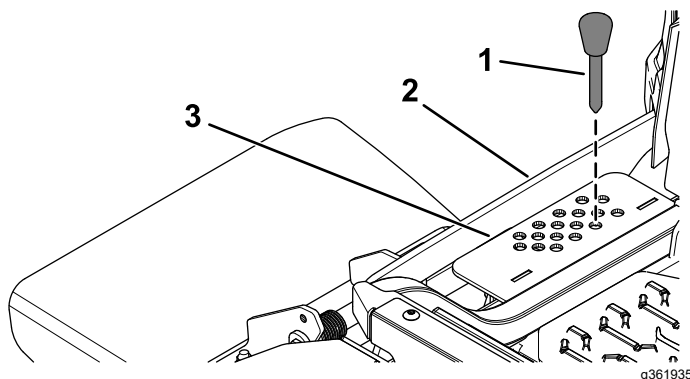

Figure 32
2. Placez l'axe de chape dans le trou du support correspondant à la hauteur de coupe voulue (Figure 32).
3. Appuyez sur le bas de l'interrupteur de levage du plateau jusqu'à ce la tringlerie de hauteur touche légèrement la goupille de hauteur de coupe (Figure 32).